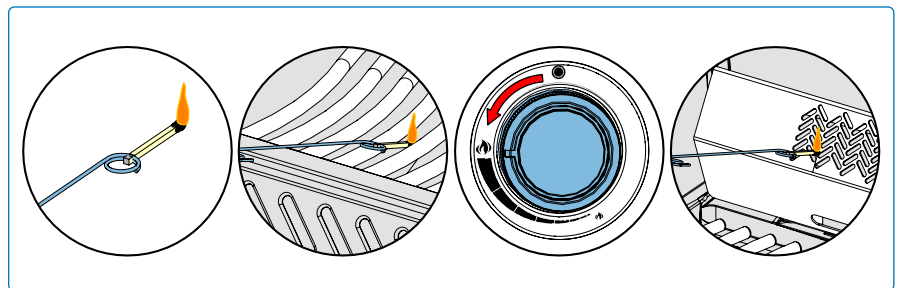

Fig. 8
3. Mientras giras la perilla del quemador correspondiente a alta. **(Fig. 8).**